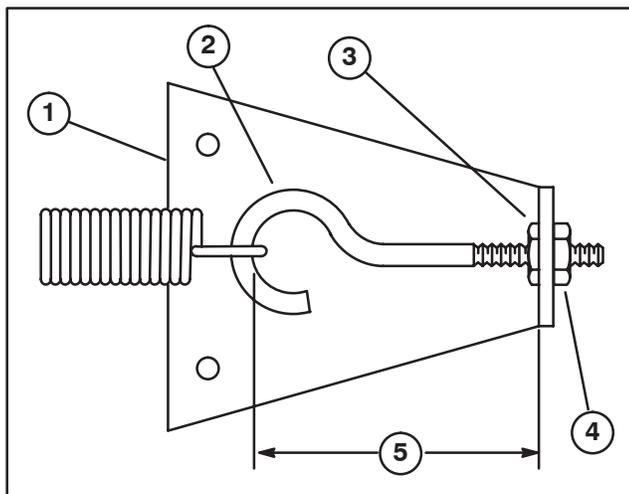

Bild 64
4. Drehen Sie nach rechts, bis der Abstand zwischen der Innenseite der Augenschraubenschleife und der Innenseite der Federankerplatte 3 mm ist, siehe Bild 64. Ziehen Sie die Sechskantmutter fest.